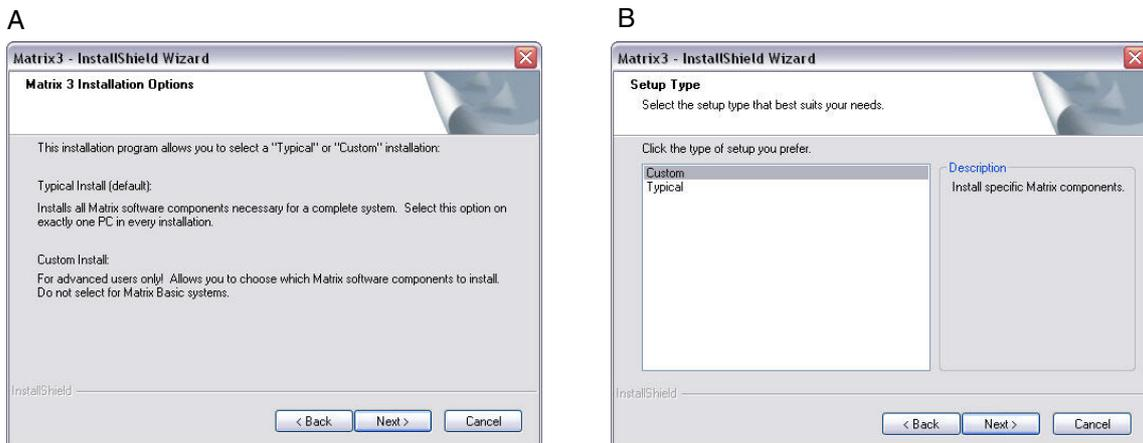

FIG. 14
5. Dopo aver fatto clic su NEXT (AVANTI) per accettare l'accordo di licenza, è visualizzata la schermata delle opzioni di installazione (A) illustrata FIG. 14. Questa schermata descrive le due opzioni di installazione disponibili per la selezione.
Dopo aver fatto clic su NEXT (AVANTI) è visualizzata la schermata Setup Type (Imposta tipo) FIG. 14 (B). Questa schermata è utilizzata per selezionare il tipo di installazione che si eseguirà.